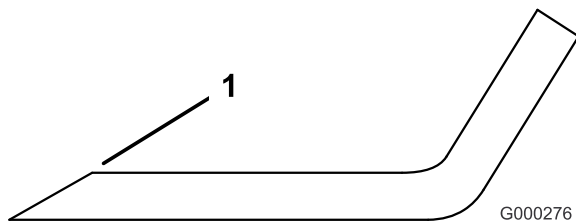

Bild 93
3. Untersuchen Sie die Schnittkanten aller Messer. Schärfen Sie alle stumpfen und ausgekerbten Schnittkanten. Schärfen Sie nur die Oberseite der Schnittkanten und behalten dabei den ursprünglichen Schnittwinkel bei, um die Schärfe des Messers zu gewährleisten (Bild 93). Das Schnittmesser behält seine Auswuchtung bei, wenn von beiden Schnittkanten die gleiche Materialmenge entfernt wird.